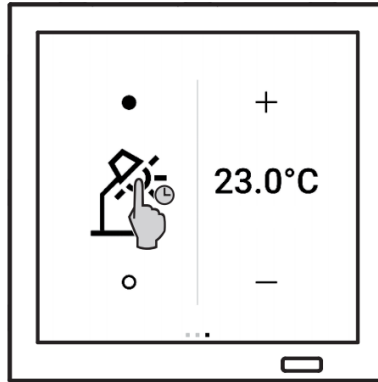
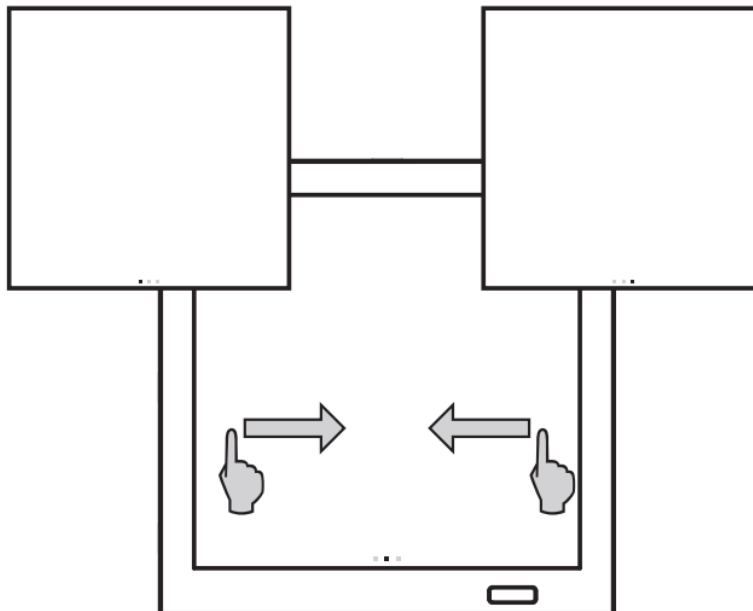

Abb. 9: Funktion anzeigen
Abb. 10: Seiten durchblättern
- Icon für Funktion (Abb. 9) im jeweiligen Bereich auswählen oder in den Favoriten antippen und gedrückt halten (Abb. 10).